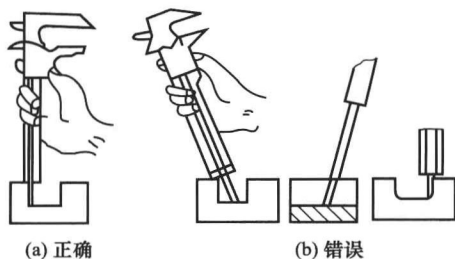

图 1-8 测量深度的方法
5) 测量孔深或孔高时,应使深度尺的测量面紧贴孔底,游标卡尺的端面与被测件的表面接触,且深尺要垂直,不可前后左右倾斜,如图 1-8 所示。